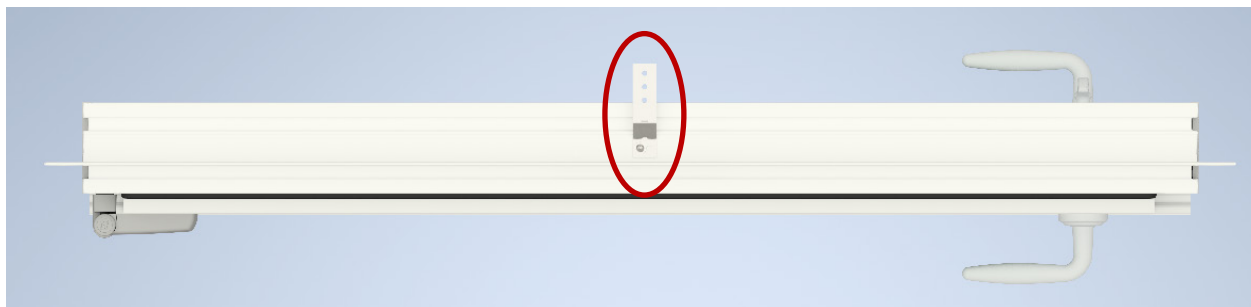
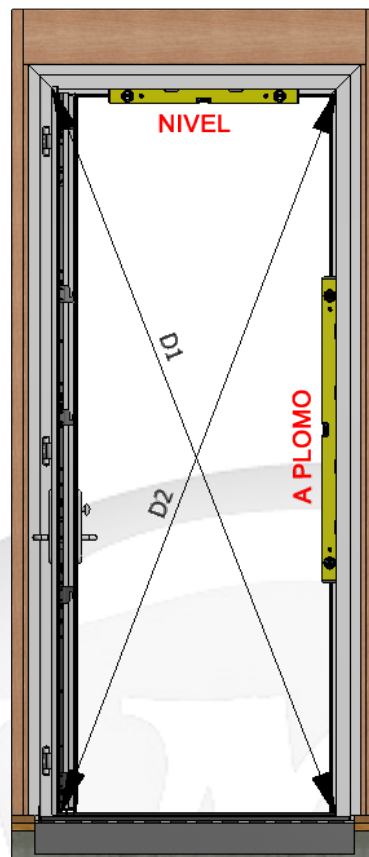

Figura 8: Correa de anclaje de un cabezal
Figura 22: Vista de cuadratura del marco
B) Utilizando la correa de anclaje única situada en el cabezal de la puerta (*consulte la figura 8*), inserte un sujetador temporal como se muestra en la sección 5.7, A, *figura 22*, para mantener la puerta en su lugar mientras se prepara para el calce y la fijación adecuados.
B) El nivel y la plomada son esenciales. Utilice un nivel para comprobar el umbral y las jambas y determinar si el marco está nivelado y a plomo. *Consulte la figura 22.*